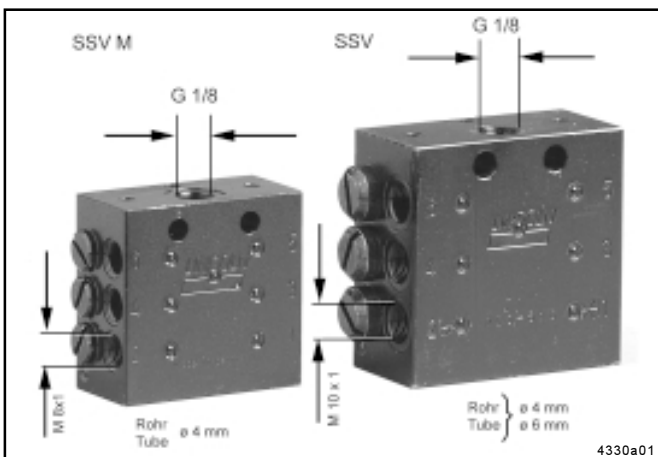

Abb. 4: Unterschiede zwischen SSV M - und SSV Verteiler
- Die Progressiv-Verteiler **SSV M und SSV arbeiten in gleicher Weise**. Sie unterscheiden sich außer an den äußeren Abmessungen (siehe unter Abmessungen) noch in den nachfolgend aufgeführten Daten, siehe auch Abb. 4: